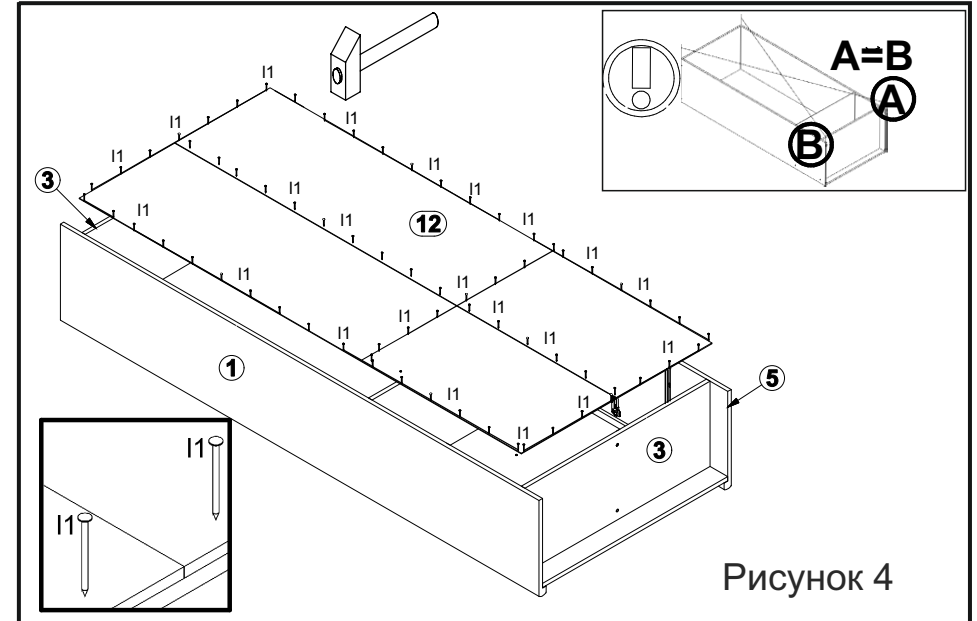

Рисунок 4
11. Положить корпус изделия фасадными кромками вниз на ровную поверхность и выровнять его, измерив рулеткой расстояние между противоположными углами по диагонали. Расстояния должны быть равными (см. рис. 4).
12. Закрепить стенку заднюю клеенную **12** к корпусу шкафа гвоздями **l1** с шагом **80-120 мм** (см. рис. 4).